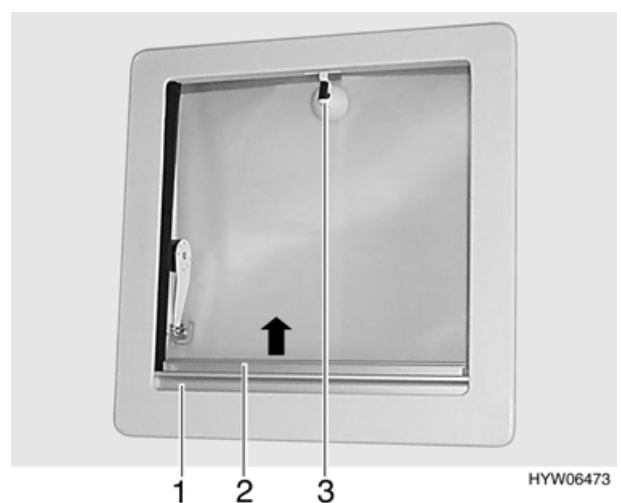

Bild 31 Kipp-Dachlüfter
- Zum Ausstellen den Hebel (Bild 31,3) eine viertel Umdrehung entgegen dem Uhrzeigersinn drehen und Kipp-Dachlüfter am Hebel nach oben drücken.
- Hebel (Bild 31,3) eine viertel Umdrehung im Uhrzeigersinn drehen.
- Faltverdunklung (Bild 31,1) in Pfeilrichtung ziehen und an gewünschter Position loslassen. Die Faltverdunklung bleibt in dieser Position stehen.
- Insektenschutzrollo (Bild 31,2) in Pfeilrichtung ziehen, bis es an der Verriegelung an der gegenüberliegenden Seite einrastet.